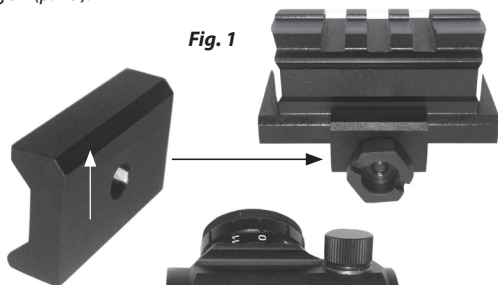

Fig. 2
3. Vérifiez que la vis cruciforme et l'écrou du viseur sont serrés pour les fixer fermement sur le rail de l'arme (Fig. 2). Tournez le grand écrou sur le pavé du viseur d'un quart ou d'un demi-tour avec une pièce, un tournevis ou une clé de 1,27 mm (1/2 po). **AVERTISSEMENT ! Ne pas serrer trop fort.**